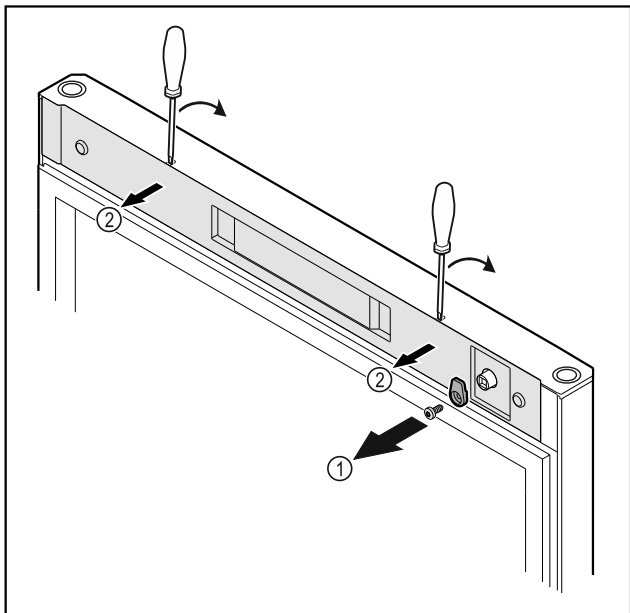

Fig. 12 *
- Odvijte zapiralni zatič Fig. 12 (1)*
- Z majhnim izvijačem sprostite pokrov Fig. 12 (2) in ga odstranite.*